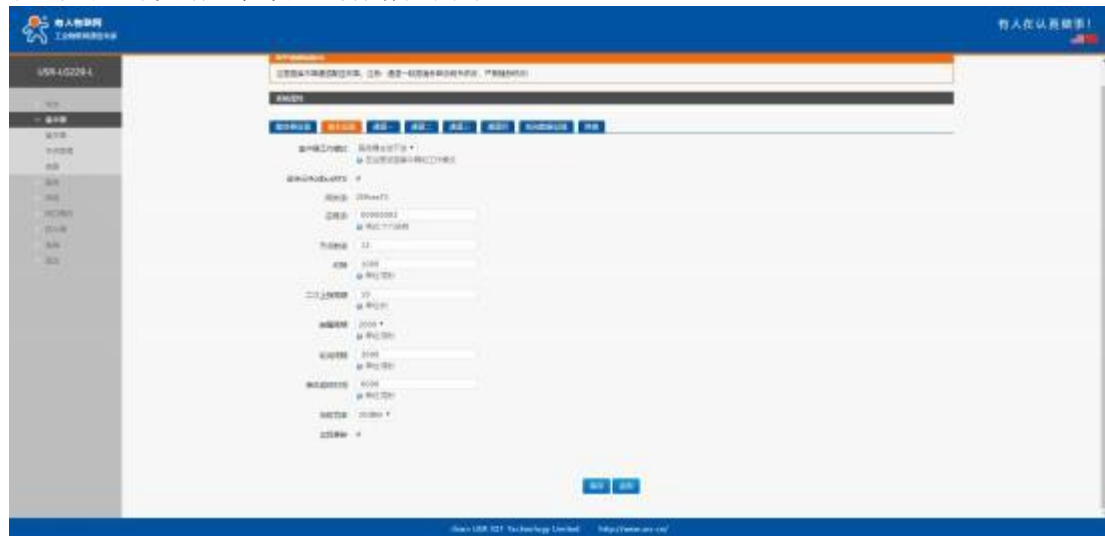

图 13 基本设置页面
5. 在基本设置子项中参照图 13 进行设置，其中集中器工作模式设置为服务器主动下发，勾选有人云 ModbusRTU 选项，应用 ID(AID)用户可自由设置为 8 位十六进制数据(注意要保证与 IO34-LR-C 的 AID 相同)，节点数量要大于实际使用时挂载节点的数量，若要在云端设置设置定时采集任务，则轮询间隔时间应与定时时间保持一致；其余参数用户可参照 USR-LG220-L 说明书中说明根据实际需求进行设置，此处示例无需更改这些参数。设置完后勾选立即更新，依次点击保存应用即可。